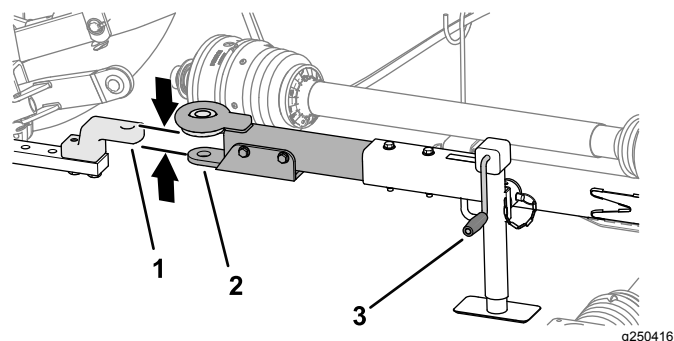

**Figura 21**
- Altezza operativa: da 33,4 a 40 cm; fate riferimento a **Figura 21**.